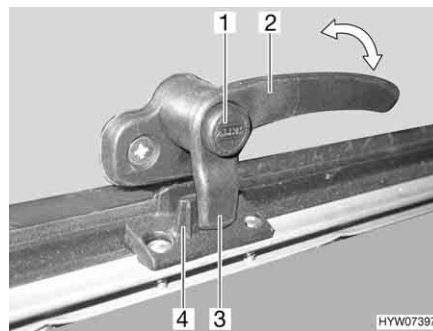
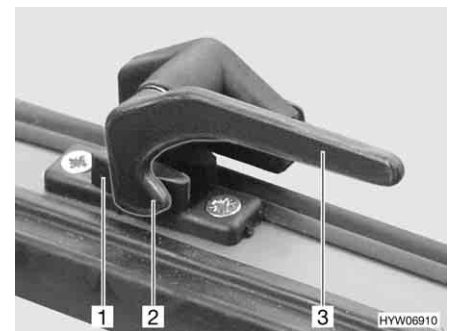

Fig. 92 Leva di serraggio con bottone di sicurezza in posizione "Chiuso"
Fig. 93 Leva di serraggio in posizione "Chiuso"
- Se presente, premere e tenere premuto il bottone di sicurezza (Fig. 92,1).
- Ruotare la leva di serraggio (Fig. 92,2 o Fig. 93,3) di un quarto di giro verso il centro della finestra.
- Ruotare la leva di serraggio (Fig. 92,2 o Fig. 93,3) di un quarto di giro verso il telaio della finestra. Il nasello di chiusura (Fig. 92,3 o Fig. 93,2) della leva di serraggio si trova completamente sul lato interno della chiusura della finestra (Fig. 92,4 o Fig. 93,1).
- In posizione "Completamente chiusa" (Fig. 92 e Fig. 93)